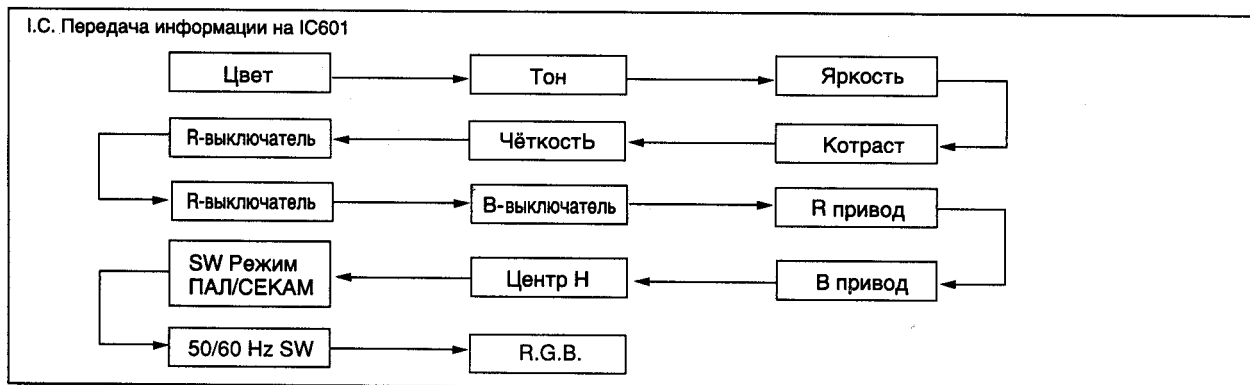

Рис.4
1. Различные функции контроля возможны посредством шины I²C с микрокомпьютера IC1102 на VCJIC601, как показано на Рис. 4.